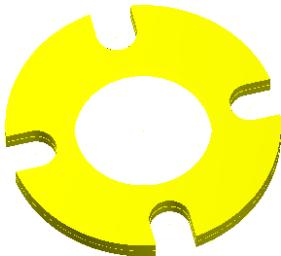
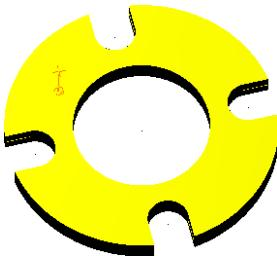

图 6-90 填补内孔
图 6-91 选取填补曲面
① 在“文件”工具栏中单击“打开文件”按钮，打开光盘中“第06章\原始图形\6.3.6 填补内孔.MCX-7”，如图6-90所示。
② 在主菜单中选择“绘图”|“曲面”|“填补曲面内孔”命令，或直接单击“曲面”工具栏中的“修整至曲面”按钮右边三角下拉按钮，在弹出的下级菜单中单击“填充内孔”按钮。
③ 根据系统提示“选择一个曲面或实体面”，选择中心圆孔作为填补曲面，如图6-91所示。